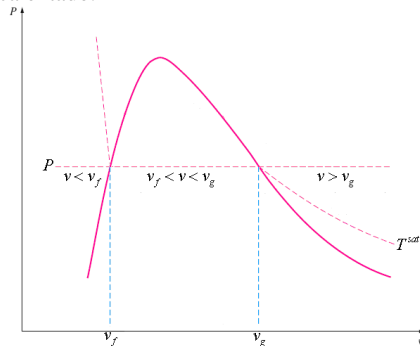

Figura 8.
b.- Se aplica el siguiente criterio (Figura 8):